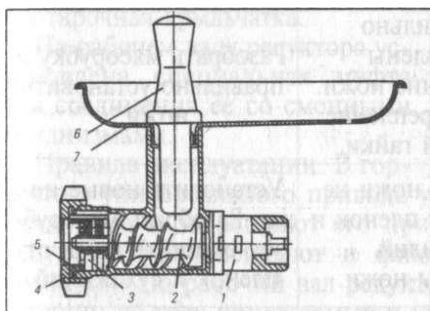

Рис. 2-4. Мясорубка МС2-70.
1. Мясорубка МС2-70 (рис. 2.4). Механизм предназначен для приготовления мясного или рыбного фаршей. Она состоит из корпуса, шнека, набора ножей и решеток, а также загрузочной тарелки с толкателем. Корпус мясорубки имеет хвостовик, при помощи которого он соединяется с редуктором привода. Внутри корпуса имеются винтовые канавки, которые облегчают подачу мяса и не дают ему вращаться вместе со шнеком, а также шпонка, которая удерживает решетки и подрезной нож от проворачивания. Шнек представляет собой однозаходный червяк с переменным шагом витков. хвостовик -; шнека заканчивается шипом, при помощи которого он соединяется с валом привода. Палец шнека имеет две лыски, благодаря которым передается вращение ножам.